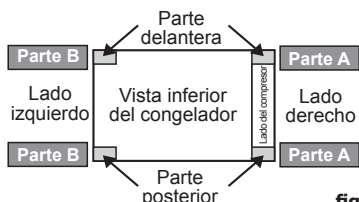

figura 1
4. **Instalación de ruedas para el congelador de 13/15 pies cúbicos:** Retire las ruedas y los tornillos del kit de ruedas. Las ruedas de la parte A se instalan en el lado frontal derecho y posterior del compresor de la unidad. Las ruedas de la parte B se instalan en la parte frontal izquierda y posterior de la unidad (con la palanca del freno viendo hacia fuera). Alinee los orificios de las ruedas con los correspondientes orificios de los tornillos en las ubicaciones de montaje. Consulte la figura 1.